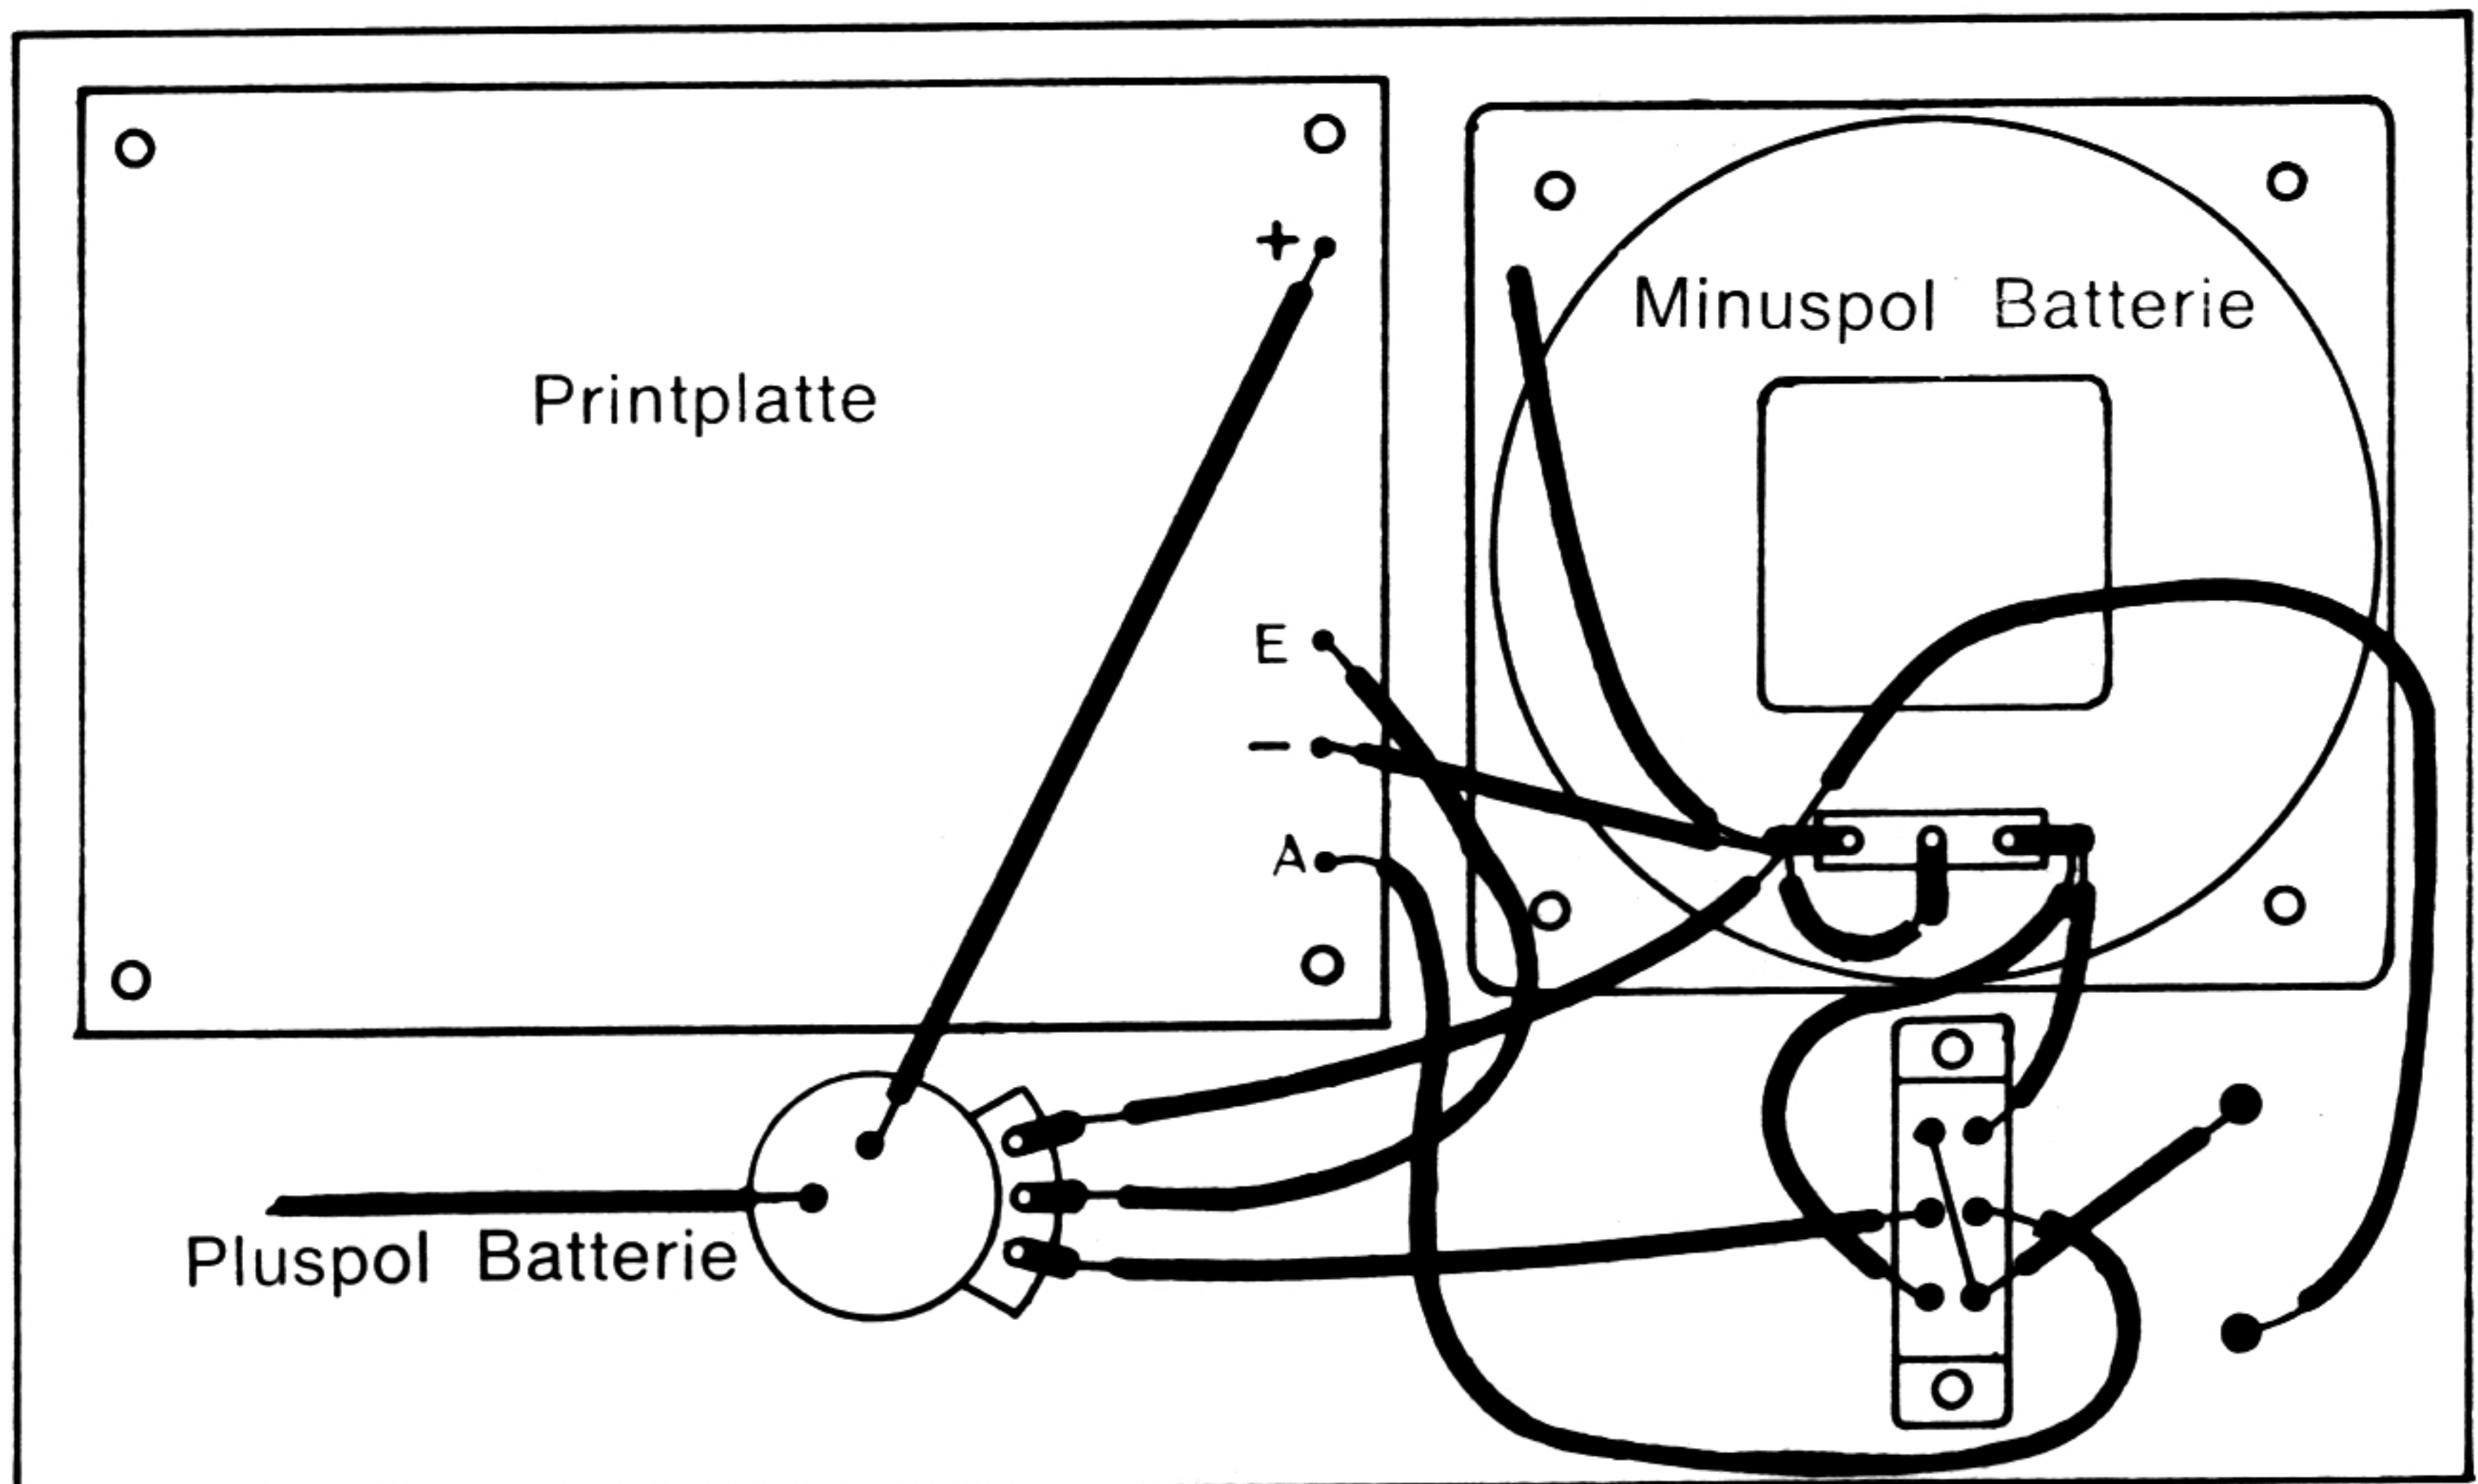

Abb. 34
Alle Bauelemente im Gehäuse-Oberteil müssen abschließend noch durch Drähte verbunden werden. Außerdem führen zwei Leitungen zu den Batterien im Gehäuse-Unterteil. Die Abb. 34 zeigt, welche Anschlußpunkte miteinander zu verdrahten sind. Die Befestigung der Drähte erfolgt wieder durch Löten.
1. An die Zuleitung vom Minuspol (linke Lötfläche des Lautsprechers) wie aus Abb. 34 ersichtlich ist.
2. An den unteren Schalteranschluß des Potentiometers (Abb. 34).